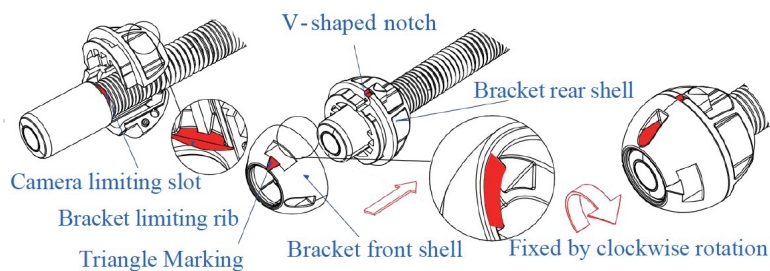

Figura 10. Installazione delle guide di supporto da 46 mm
5.1.a Installazione delle guide di supporto da 46 mm (Figura 10)